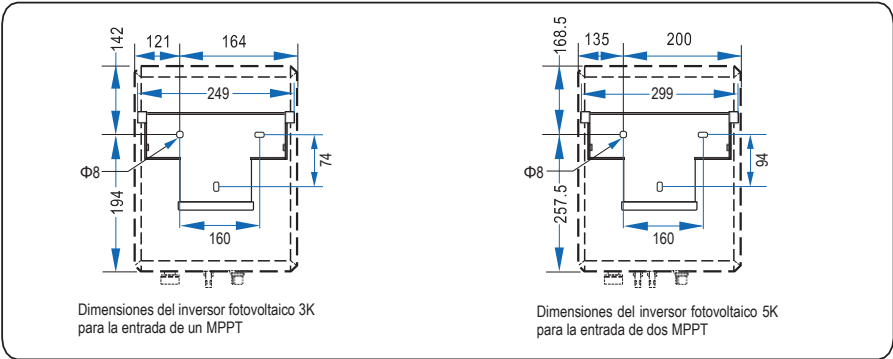

Figura 4.10 Determinación los puntos de taladro de los orificios (unidad: mm)
**Paso 2** Utilice el soporte de fijación para determinar los puntos en los que debe taladrar los orificios (véase la figura 4.10).